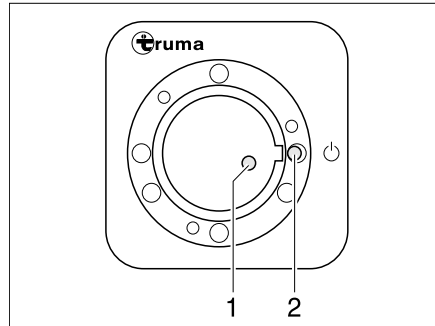
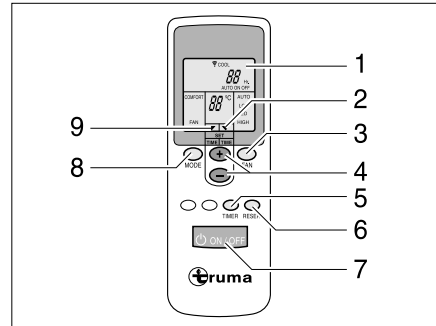

Bild 120 Empfänger
Bild 121 Fernbedienung
- Am Schalter (Bild 121,7) die Fernbedienung einschalten. Die grüne Kontroll-Leuchte (Bild 120,1) zeigt den Kühlbetrieb an.
- Die gewünschte Betriebsart mit der Taste (Bild 121,8) einstellen.
- Bei Bedarf mit den Tasten (Bild 121,3 und 4) die gewünschte Gebläseleistung und Raumtemperatur einstellen. Der Pfeil (Bild 121,9) zeigt den gewählten Einstellmodus an.
- ▷ Am Empfänger befindet sich ein zusätzlicher Tastschalter (Bild 120,2), mit dem die Klimaanlage auch ohne Fernbedienung aus- oder eingeschaltet werden kann. Wenn die Klimaanlage über diesen Tastschalter eingeschaltet wird, dann wird automatisch die zuletzt auf der Fernbedienung eingestellte Betriebsart gewählt.
- Zum Programmieren die Klimaanlage mit der Taste (Bild 121,7) auf der Fernbedienung einschalten.
- Mit den Tasten (Bild 121,8, 3 und 4) die gewünschte Betriebsart und Raumtemperatur einstellen.
- Mit der Taste (Bild 121,5) die gewünschte Funktion (Bild 121,1) auswählen:
- Mit den Tasten (Bild 121,4) die gewünschte Schaltzeit wählen (1 bis 15 Stunden). Der Pfeil (Bild 121,2) blinkt und zeigt den Einstellmodus an.
- ▷ Mit der Taste (Bild 121,6) werden die Einstellungen der Fernbedienung wiederholt an den Empfänger gesendet.